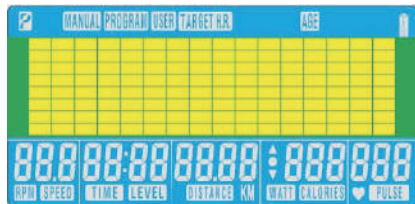
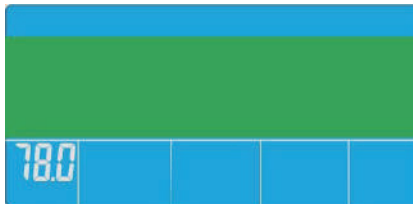

Рис. 1
Рис. 2
1. После подключения тренажёра к электросети устройство издаст длительный звуковой сигнал "готовность", на дисплее на 2 секунды загорятся все сегменты (как показано на рис. 1), а затем диаметр колеса — 78 (как показано на рис. 2).